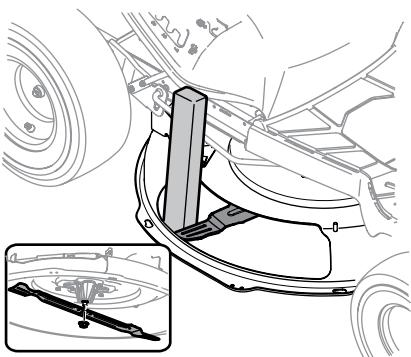

Figura 4-10
- Use un bloque de madera u un 2 x 4, insértele dentro de la abertura de la plataforma y haga girar la cuchilla hasta que la madera haga cuña entre la abertura de la plataforma y la cuchilla de corte, como se indica en la Figura 4-10.